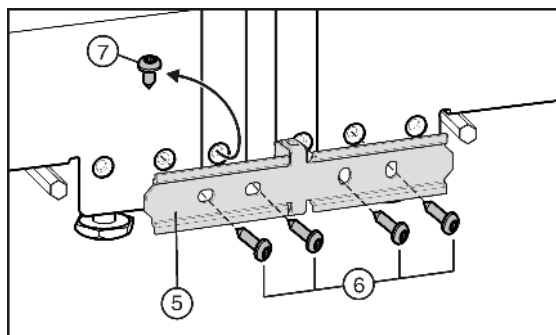

Fig. 6
- ▶ Если ваше устройство оснащено предварительно смонтированным винтом Fig. 6 (7): Выкрутите винт.
- ▶ Установите соединительный лист Fig. 6 (5) и закрепите его на одном устройстве с помощью двух винтов Fig. 6 (6).